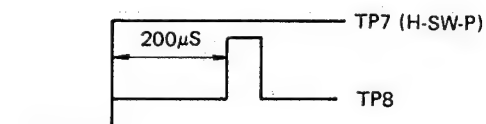

Abbildung 44
3. Auf dem Oszillographen (+) synchronisierte Steigung wählen und R753 so einstellen, daß die in Abbildung 44 gezeigte Anforderung erfüllt wird.